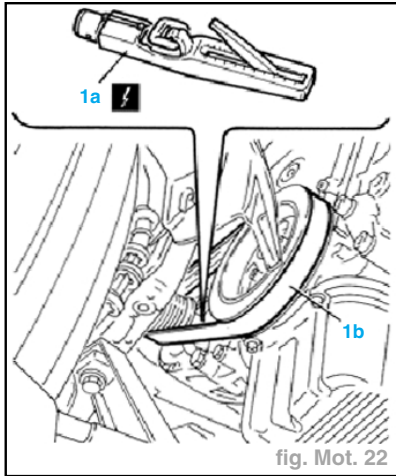

fig. Mot. 22
- A l'aide de l'outil (1a) **1.895.762.000** vérifier que la tension de la courroie (1b) soit comprise dans les valeurs préconisées (fig. Mot. 22).